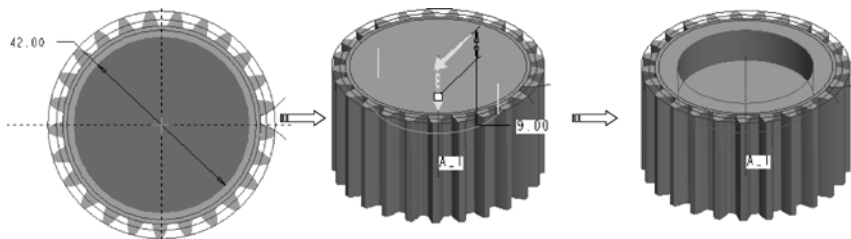

图 6-89 在齿轮上创建切减材料特征
- 在草绘平面中绘制直径为“42”的圆,创建减材料拉伸实体特征,设置拉伸深度为“9”,生成如图 6-89 所示的结构。